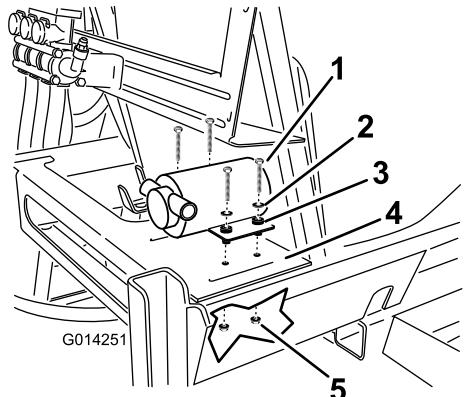

図 19
1. 図 19 に示すように、メインタンクの右後ろ側のプラットフォームで、タンクフレームにすすぎタンク用ポンプを取り付ける。
2. すすぎタンク用ポンプをフレームに固定するボルト4本、ワッシャ4枚、ロックナット4個を使用する図 19。